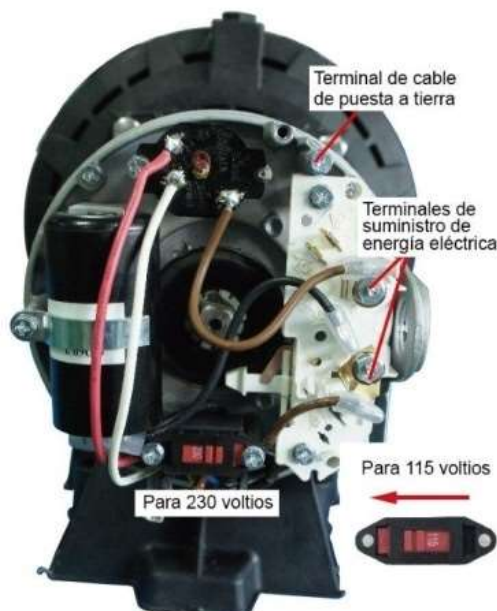

Figura 4
- Cambie el interruptor a 115 voltios (Figura 4).
Paso 7. Conecte los conductores que llevan la corriente a los bornes L1 y L2 bajo el techo del motor. Cuando cambie el motor, inspeccione el diagrama de cableado en la placa de fábrica del motor contra la Figura 4. Si el diagrama de cableado del motor no corresponde a ninguno de los diagramas en la Figura 4, siga el diagrama en el motor.
IMPORTANTE: Los modelos monofásicos de 115/230 voltios se despachan de fábrica con el motor cableado para 230 voltios. Si el suministro de corriente es de 115 voltios, saque el techo del motor y vuelva a conectarlo según se ilustra en la Figura 4. No trate de hacer marchar el motor en el estado que se recibió, si la corriente es de 115 voltios.